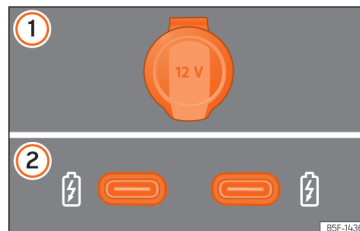

Abb. 164 12-Volt-Steckdosen im Fahrzeug
>>> [Abb. 164]
Je nach Ausstattung und Land kann das Fahrzeug auch über USB-Anschlüsse mit **ausschließlicher Lade- oder Steckdosenfunktion** >>> [Abb. 164] ② verfügen.